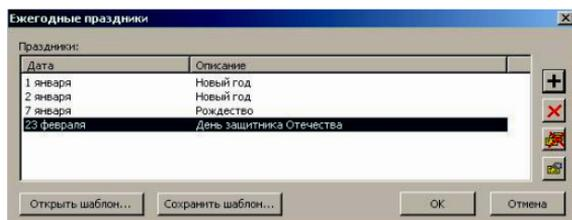

Рис. 2.18 Диалоговое окно «Ежегодные праздники».
2. В открывшемся диалоговом окне «*Ежегодные праздники*» (рис. 2.18) нажмите кнопку «Добавить» .
Кроме того, существует возможность сохранения списка ежегодных праздников в виде шаблона. Для работы с данными шаблонами предназначены кнопки «Сохранить шаблон...»/«Открыть шаблон...» окна «Ежегодные праздники» (рис. 2.18). Принцип использования шаблона ежегодных праздников такой же, как и для календаря проекта.